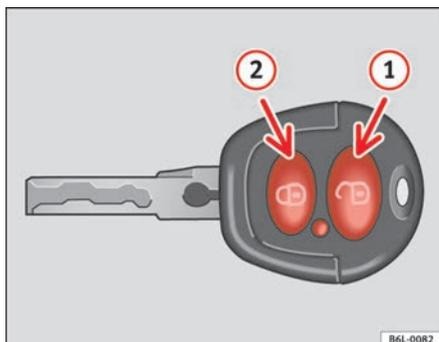
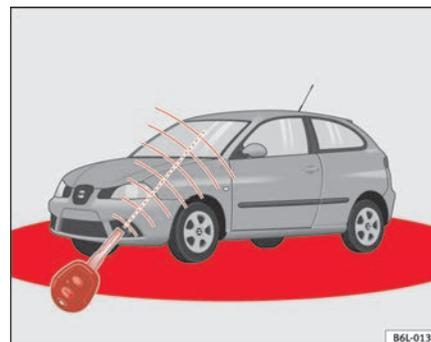

Fig. 48 Affectation des touches de la clé à radiocommande
Fig. 49 Périmètre d'action de la radiocommande
La portée (zones rouges) ⇒ fig. 49 de la télécommande est montrée sur la figure. La portée maximale dépend de plusieurs circonstances.
Pour **ouvrir**, diriger la clé, dans la zone de portée, vers le véhicule et appuyer brièvement sur la touche d'ouverture  ⇒ fig. 48 . Les clignotants cligno- ▶
tent deux fois. Pour **fermer** le véhicule, appuyer brièvement sur la touche de fermeture  ⇒ fig. 48 . Les clignotants clignotent une fois.
Appuyer **deux fois** sur la touche de fermeture  ⇒ page 85, fig. 48 , pour désactiver le dispositif de sécurité de fermeture (double fermeture) et l'alarme volumétrique\*, l'alarme périmétrique\* reste activée, le témoin reste allumé.
En appuyant une fois sur la touche  ⇒ page 85, fig. 48 , seule la porte du conducteur s'ouvrira, et les autres portes resteront fermées.
Appuyez deux fois sur la touche  ⇒ page 85, fig. 48  pour déverrouiller toutes les portes.
- La radiocommande fonctionne uniquement lorsque vous vous trouvez dans le périmètre d'action ⇒ page 85, fig. 49 (zone rouge).
- Utilisez les deux clés livrées avec le véhicule, la clé pourvue d'une radiocommande et la clé conventionnelle ⇒ page 85, fig. 48 ⇒ page 85, fig. 49.
- Maintenir en même temps appuyée la touche  ① de la clé à radiocommande.